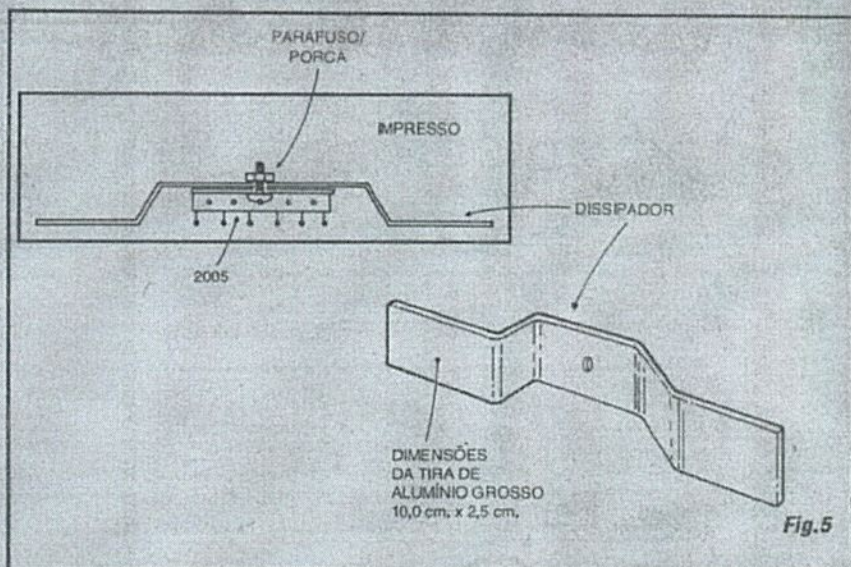

Fig.5
- FIG. 5 - O DISSIPADOR DO 2005... - Para manter as proporções gerais, estreitas e alongadas, da montagem, um dissipador de calor de formato especial deverá ser confeccionado (é muito fácil...) pelo Leitor/Hobbysta, conforme orienta a figura... Basta obter uma tira de alumínio não muito fino (cerca de 2 ou 3 mm de espessura constitui uma boa medida...), com dimensões gerais em torno de 10,0 x 2,5 cm (pequenas diferenças nessas medidas não têm importância...). Duas dobras devem ser feitas ao longo da tira (o alumínio é muito maleável, fácil de trabalhar, até com um simples alicate...), de modo a "acomodar" entre elas a própria largura geral do Integrado, com uma certa "folga"... A figura "diz" tudo, ficando o resto por conta do raciocínio de cada um (nada que vá "queimar neurônios" de ninguém...). Um furo deve ser feito no centro da parte que fica entre as dobras, para receber o conjunto parafuso/porca de fixação à lapela metálica do 2005... É importante que o dissipador fique bem solidário com a dita lapela, de modo que o acoplamento térmico seja o mais "estreito" possível, garantindo uma boa transferência do calor entre o componente e o dissipador (e entre este e o ambiente...). Preencher a junção lapela/dissipador com pasta térmica de silicone é uma boa, para que o percurso oferecido ao calor fique ininterrupto e eficiente...